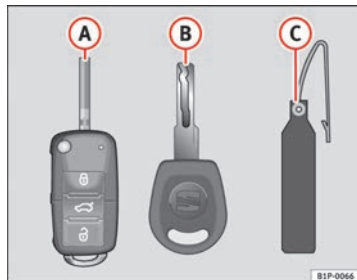

Fig. 61 Jeu de clés
- une clé avec radiocommande ⇒ fig. 61 (A) avec panneton escamotable,
- une clé sans commande, (B),
- un porte-clés en plastique* (C).